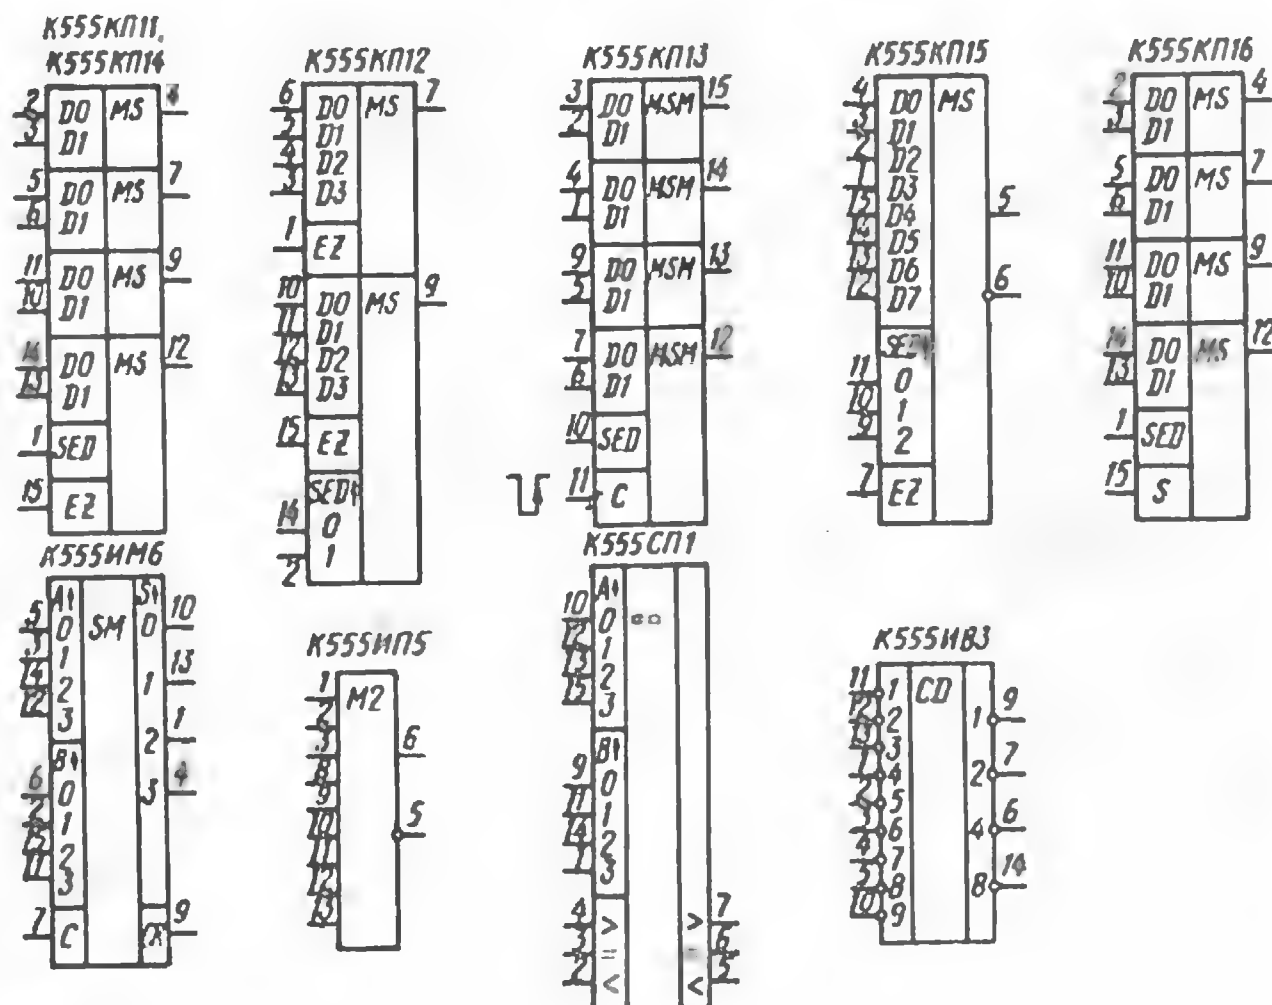

Рис. 10
Микросхема K555КП11 (рис. 10) содержит четыре двухходовых мультиплексора с общими входами управления (SED) и переключения выходов в высокоимпедансное состояние (EZ). При уровне 0 на входе SED на выход каждого мультиплексора проходит сигнал с входа D0, при уровне 1 — с входа D1. Это происходит при уровне 0 на входе EZ. Если же на него подан уровень 1, то выходы мультиплексоров приобретают высокоимпедансное состояние.
K555КП12 (рис. 10) — два четырехходовых мультиплексора с общими входами управления и отдельными входами переключения выходов в высокоимпедансное состояние. На выход каждого мультиплексора проходит сигнал с одного из входов D0—D3, десятичный номер которого соответствует двоичному коду напряжений, воздействующих на входы 0 и 1 выбора данных SED. По входам EZ этой микросхемой управляют так же, как и предыдущей.
K555КП13 (рис. 10) состоит из четырех двухходовых мультиплексоров с общими входами управления и регистром хранения информации. На входы регистра поступают сигналы с входов D0 микросхемы, если на адресном входе SED присутствует уровень 0, и с входов D1, если на входе SED — уровень 1. Информация в регистр записывается по спаду импульса отрицательной полярности на входе С.
Микросхема K555КП14 (рис. 10) аналогична K555КП11, только она инвертирует входные сигналы (в обозначениях ее выходов необходимо добавить кружки).
K555КП15 (рис. 10) — восьмивходовый мультиплексор с прямым и инверсным выходом и с входом их переключения в высокоимпедансное состояние (EZ). При уровне 0 на последнем на выходы проходит сигнал с того входа, десятичный номер которого соответствует коду напряжений, подан-
Микросхема K555КП16 (рис. 10) содержит четыре двухходовых стробируемых мультиплексора и работает аналогично микросхеме K555КП11. Однако в ней вход EZ отсутствует, а есть вход S, при подаче на который уровня 1 выходы мультиплексоров переключаются в нулевое состояние независимо от сигналов на информационных и адресных входах.
K555ИМ6 (рис. 10) — полный четырехразрядный двоичный сумматор. Он работает так же, как микросхема K555ИМ3. На входы А подаются сигналы разрядов одного из суммируемых чисел (0 — младший разряд, 3 — старший), на входы В — сигналы разрядов второго числа, на вход С — сигнал переноса с предыдущей микросхемы. Напряжения суммы чисел формируются на выходах S, сигнал переноса появляется на выходе CR. У микросхемы, суммирующей только младшие разряды многоразрядных двоичных чисел, вход С соединяют с общим проводом.
Микросхема K555ИП5 (рис. 10) — девятиходовый сумматор по модулю два. При нечетном числе уровней 1 на его входах на прямом выходе появляется уровень 1, при четном — уровень 0. Сумматор можно использовать для получения разряда контроля четности при передаче данных или при записи в устройство памяти или на какие-либо носители, а также для проверки данных, имеющих контрольный разряд, при их приеме или считыва-
К555СП1 (рис. 10) служит для срав-
К555ИБ3 (рис. 10) — приоритетный шифратор. В исходном состоянии на всех его входах и выходах присутствует уровень 1. При подаче на любой из входов уровня 0 на выходах 1—2—4—8 возникают сигналы инверсного двоичного кода, соответствующие номеру входа, на который подан уровень 0. Если он поступает сразу на несколько входов, сигналы на выходе соответствуют наибольшему номеру входа.